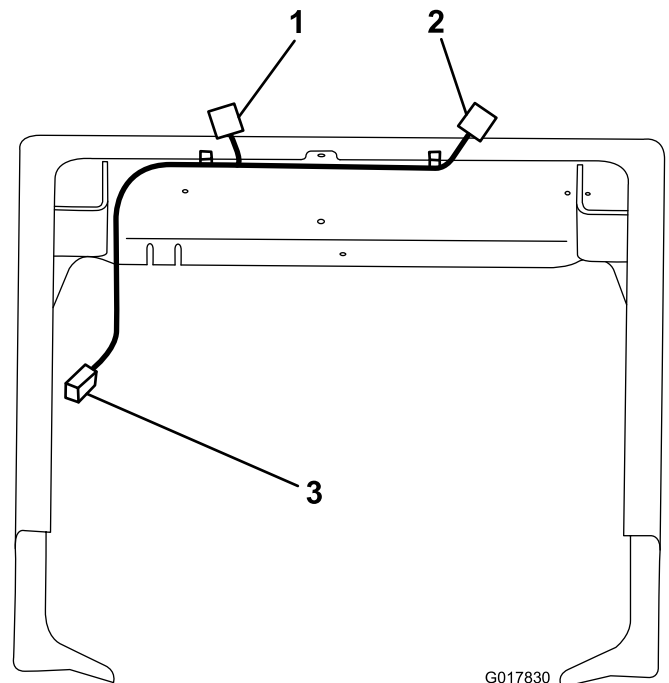

Figura 15
1. Coloque el arnés de cables trasero según se muestra en Figura 15. Observe que el segmento más largo del arnés, que termina en un conector plano de cuatro clavijas para las luces traseras, debe ir a la luz trasera izquierda.
2. Sujete el arnés trasero al bastidor de la máquina usando los 2 sujetacables de plástico con clip del arnés (Figura 15).
3. Enchufe los conectores de las luces traseras derecha e izquierda (planos, cuatro clavijas) a los conectores intermedios que vienen desde las luces traseras (Figura 15).
4. Pase el resto del arnés trasero hacia adelante, junto al arnés principal del vehículo, por el lado derecho de la máquina (Figura 15).
5. Localice el conector del arnés principal del vehículo etiquetado "BRAKE AND SIGNAL LIGHT KIT" (kit de luces de freno y señalización) y conéctelo al conector del extremo del arnés de cables nuevo (Figura 15).
6. Sujete el arnés de cables al arnés principal del vehículo a lo largo del bastidor con sujetacables (Figura 15).